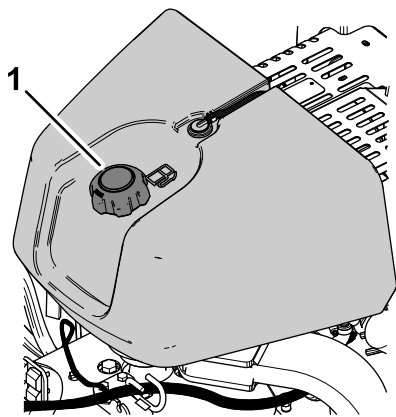

Figura 30
2. Limpie alrededor del tapón del depósito de combustible y retírelo (Figura 30).